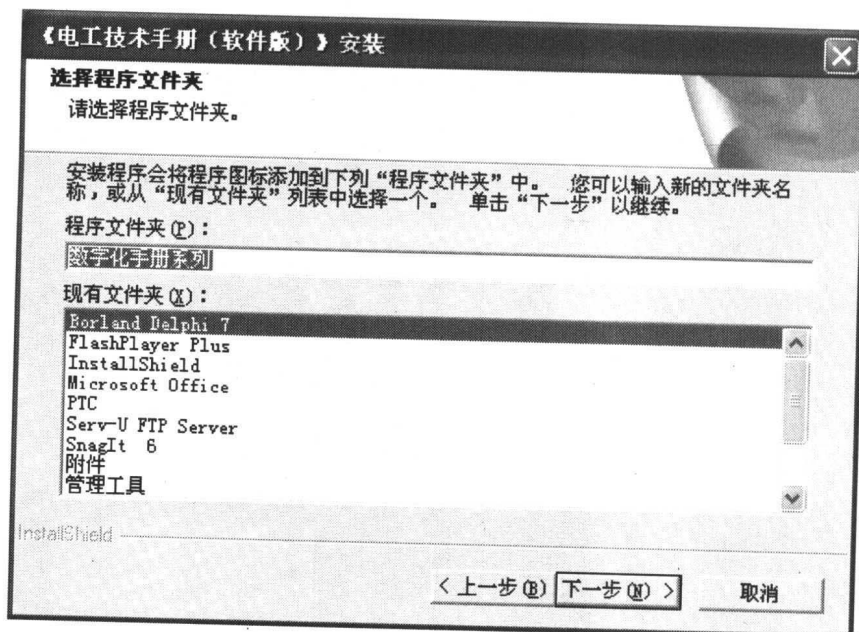

图 1-8 选择程序文件夹界面
(8) 单击“下一步”按钮，进入如图 1-8 所示的选择程序文件夹界面。您可以输入新的文件夹名，或从现有文件夹列表选择一个。